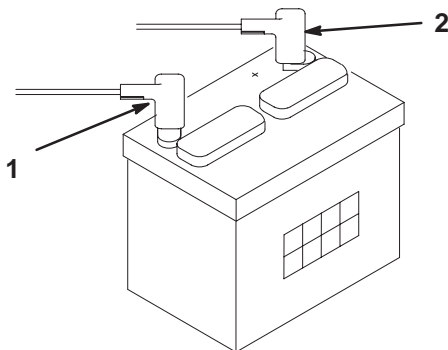

Figure 7
2. Branchez le câble de batterie positif (rouge) entre le solénoïde de démarreur et la borne positive (+) de la batterie (Fig. 7). Serrez-le avec une clé et enduisez la borne de vaseline. Vérifiez que, lorsque le siège est en position extrême arrière, il n'est pas en contact avec le câble car il risquerait de l'user ou de l'endommager.